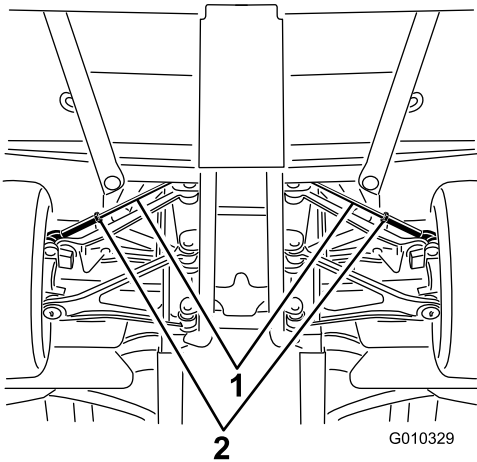

図 56
- A. タイロッドの中心についているジャムナットをゆるめる 図 56。